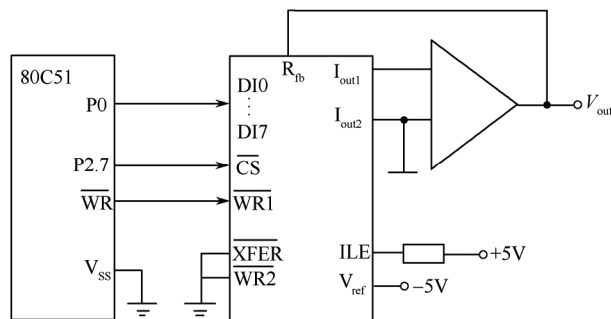

图 10.4 80C51 和 DAC0832 硬件连接原理图
**【例 10.1】**工作系统中,要求通过 80C51 单片机控制 DAC0832 输出 2.5V 的模拟量电压,写出分析过程和驱动程序。硬件连接如图 10.4 所示, $V_{\text{ref}}$  工作为 -5V; DAC0832 的  $\overline{\text{CS}}$  连接 80C51 的 P2.7, 所以其地址的最高位为 0, 其他位任意。为了能够尽量避免与其他地址冲突,可以人为设置其地址为 7FFFH。